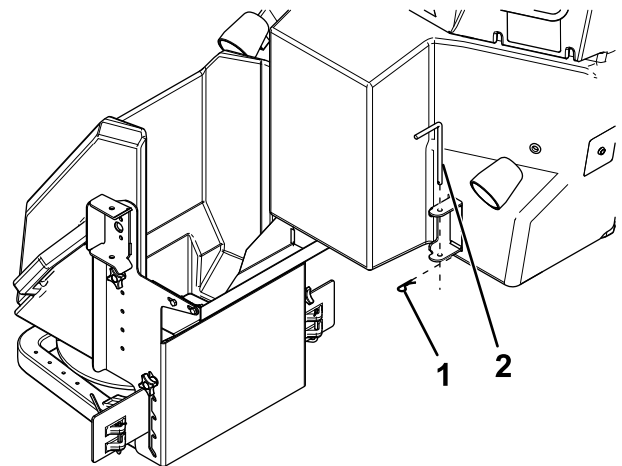

Figura 53
4. Retire la chaveta y el pasador de cierre derecho del conjunto de disco distribuidor (Figura 53).
5. Abra el conjunto de disco distribuidor para dejar libre el hueco de la tolva (Figura 53).